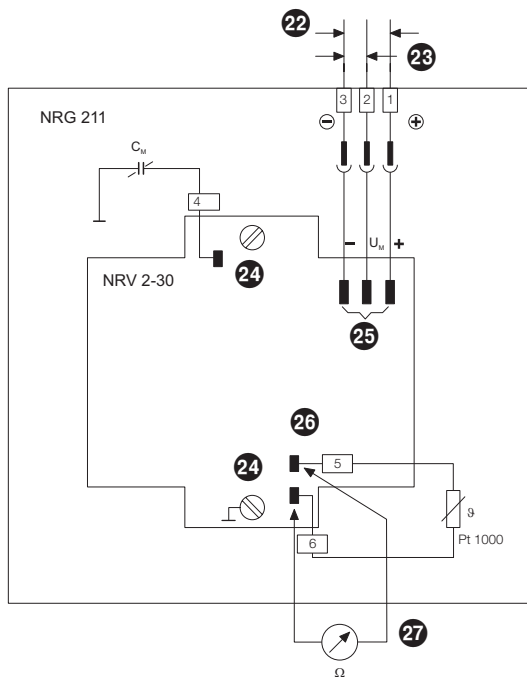

Fig. 5
Schließen Sie die Abschirmung nur einmal am Niveauschalter NRS 2-4 an. Belegen Sie die Klemmleiste gemäß dem Anschlußplan. **Fig. 5**
5. Im Kontakteinsatz 21 Anschlussklemmen gemäß Fig. 5 belegen.
Bitte prüfen Sie, ob die Niveauelektrode gemäß dem Anschlussplan angeschlossen ist (Fig. 5) und schalten Sie die Versorgungsspannung des Niveauschalters NRS 2-4 ein.
Prüfen Sie die Versorgungs- und Messspannungen der Niveauelektrode. Die Spannungen können an der Niveauelektrode oder am Niveauschalter gemessen werden. **Fig. 5**
3. Verbindungsleitung zum Temperaturfühler 26 abziehen und Widerstandsmessgerät anschließen 27. **Fig. 5**
4. Befestigungsschrauben **24** herausdrehen und Elektronikmodul herausnehmen. **Fig. 5**